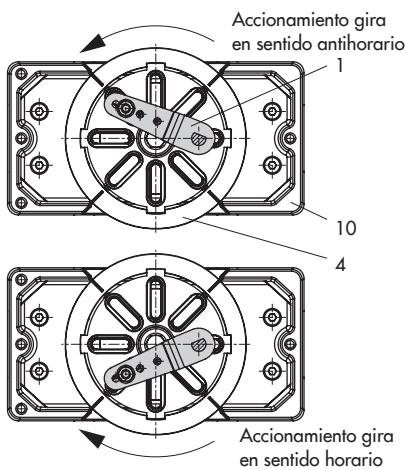

Fig. 22: Sentido de giro
1. Colocar el dispositivo de arrastre (3) en la ranura del eje del accionamiento o del adaptador (5).
2. Colocar la rueda de acoplamiento (4) encima del dispositivo de arrastre (3) con la cara lisa del lado del accionamiento. Colocar la rueda de forma que, con posición de válvula cerrada, la ranura coincida con el sentido de giro según la fig. 22.
4. Fijar los dos ángulos inferiores (10.1) encima del accionamiento, hacia dentro o hacia fuera según el tamaño del accionamiento. Colocar y atornillar los ángulos superiores (10).
5. Montar la placa de conexiones (6) o el conector para manómetro (7) con manó-
6. Destornillar el pin (2) estándar de la palanca M (1) del posicionador. Utilizar el pin ($\varnothing 5$ mm) de los accesorios de montaje y atornillarlo en el orificio para posición 90° .
7. Colocar el posicionador encima del ángulo superior (10) y fijarlo. Al hacerlo colocar la palanca (1) de forma que, teniendo en cuenta la dirección de giro del accionamiento rotativo, el pin transmisor encaje en la ranura de la rueda de acoplamiento (4) (fig. 22). En cualquier caso se tiene que cumplir que a mitad de recorrido la palanca (1) quede paralela longitudinalmente al posicionador.
4. Colocar el acoplamiento (4) en la ranura del vástago del accionamiento o bien del adaptador (3) y fijarlo mediante el tornillo (4.1) y la arandela de presión (4.2).
5. Destornillar el pin (2) estándar de la palanca M (1) del posicionador. Atornillar el pin transmisor ($\varnothing 5$ mm) del kit de montaje en la posición de pin 90° .
6. Donde sea necesario, montar el conector para manómetro (7) con manómetro o si se requieren roscas de conexión G $\frac{1}{4}$, la placa de conexiones (6), asegurando que las juntas (6.1) se alojen en su lugar. En accionamientos rotativos de doble efecto sin resortes, se necesita montar un amplificador inversor, ver cap. 5.9.
8. Colocar el posicionador en la caja adaptadora (10) y fijarlo. Teniendo en cuenta el sentido de giro del accionamiento, alinear la palanca (1) para que quede en la ranura de la rueda de acoplamiento con su pin (fig. 22).